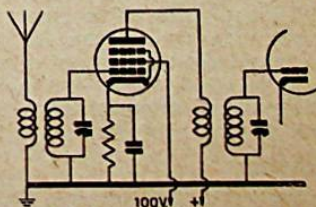

Fig. 2 De meest gebruikelijke schakeling
- (a) afgestemde roosterkring/onafgestemde plaatkring, de laatste gekoppeld met de afstembare roosterkring van de mengbuis (zie fig. 2).
De in fig. 2 weergegeven schakeling is de meest voorkomende en alle typen h.f. penthoden kunnen hierin toegepast worden, alhoewel natuurlijk een buis met variabele steilheid en lage ruisweerstand de voorkeur verdient. De versterking is te regelen door de kathodeweerstand variabel te maken. Grootste versterking en de beste resultaten op de hogere frequenties worden verkregen met buizen met grote steilheid, zoals EF50, EF51, EF54, EF42, EF91, 6SG7, 6BA6, 7G7, 7H7, 7W7, enz.